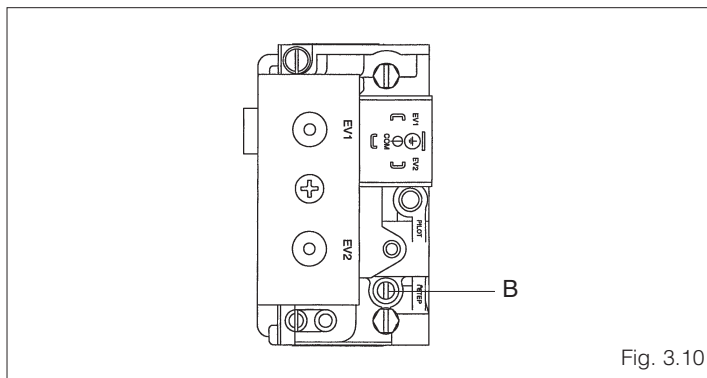

Fig. 3.10
- Accionar el regulador de encendido lento (B) y configurar la presión correcta para obtener un encendido suave (fig. 3.10).